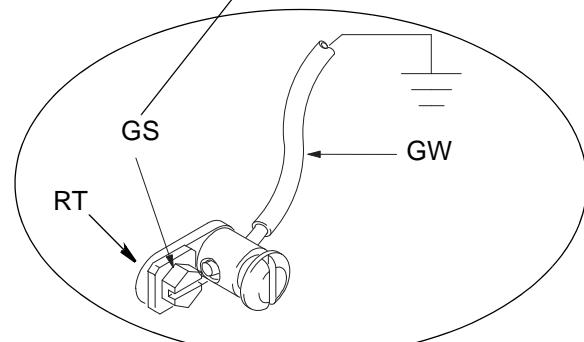

图 2
**泵接地：**拆下泵底座背后的接地螺丝 (GS)，将其插入，穿过接地线 (GW) 端头处环端子 (RT) 的孔眼。将接地螺丝 (GS) 固定回泵上并拧紧。将接地导线的另一端连接到真正的大地接地点上。参见 图 2。